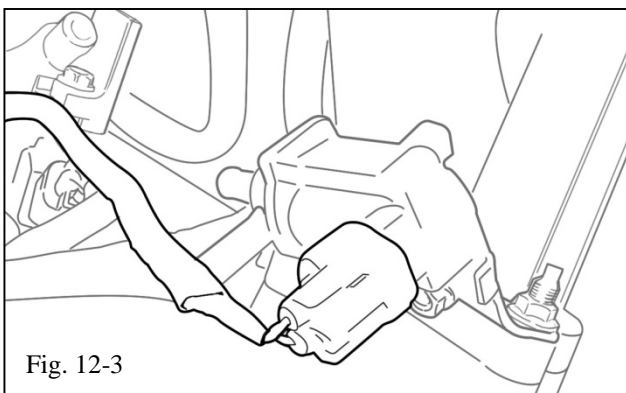

Fig. 12-3
- (d) Plug in the electrical connector to the VSV (Fig. 12-3).